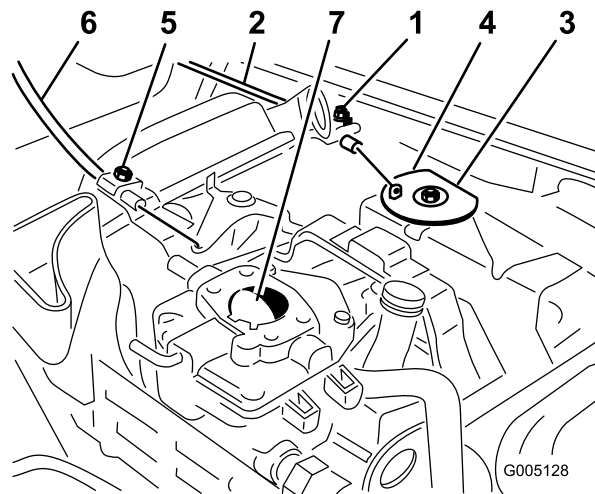

Bild 35
- Lockern Sie die Klemmschraube des Bowdenzugs, mit der dieser am Motor befestigt ist (Bild 35).
- Ziehen Sie fest am Bowdenzug, bis die Rückseite der Schwenkplatte den Anschlag berührt (Bild 35).
- Ziehen Sie fest am Chokezug, bis die Choke-Drosselklappe ganz geschlossen ist; ziehen Sie dann die Klemmschraube des Chokezugs fest (Bild 35).